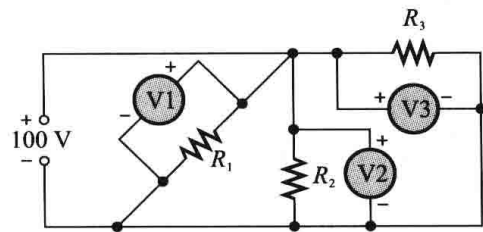

图 5-54 习题 10 图
10. 图 5-54 中的电源电压为 100V ，试问 3 个电压表读出的电压分别为多少？